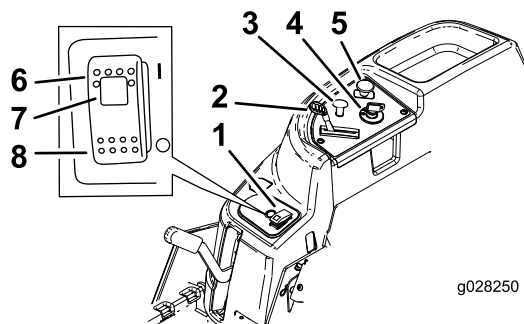

Figura 6
El acelerador controla la velocidad del motor y tiene un ajuste variable continuo de LENTO a RÁPIDO (Figura 6).
El mando de control de las cuchillas, representado por un símbolo de toma de fuerza (TDF), engrana y desengrana la transmisión de potencia a las cuchillas del cortacésped (Figura 6).
- Al mover el interruptor Smart Park™ a la posición de CONECTADO (Figura 6).